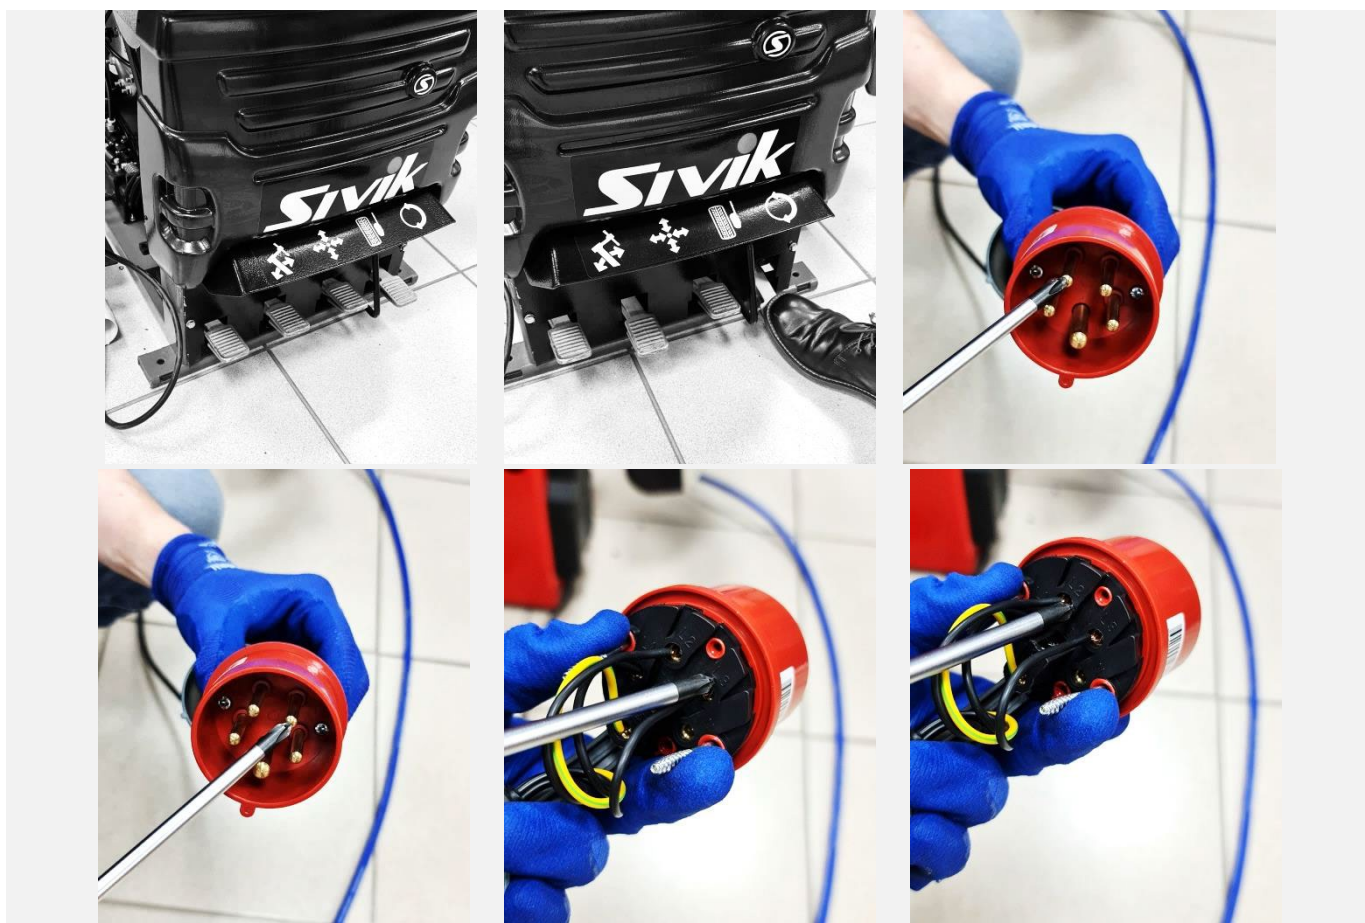

Рисунок 28
8.2 Нажать педаль вращения стола и убедиться, что поворотный стол станка вращается по часовой стрелке. Если поворотный стол вращается в обратную сторону, то необходимо поменять местами два любых фазных провода в электрической вилке (см. Рисунок 28).